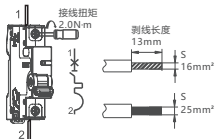

图5 NB5NE-63N接线方式
5.4 适用于铜导线连接，导线选择见表2，接线方式及剥线长度示意如下图5